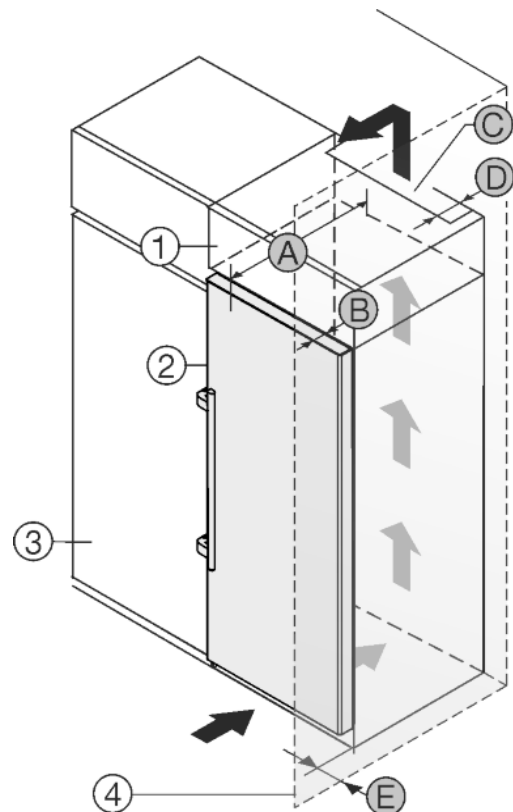

Fig. 26
Das Gerät kann mit Küchenschränken umbaut werden. Um das Gerät *Fig. 26 (2)* der Küchenzeilenhöhe anzugleichen, kann über dem Gerät ein Aufsatzschrank *Fig. 26 (1)* angebracht werden.
Das Gerät kann direkt neben dem Küchenschrank *Fig. 26 (3)* aufgestellt werden. Um die Türe vollständig öffnen zu können, muss das Gerät um die Tiefe *Fig. 26 (B)* gegenüber der Küchenschrankfront vorstehen. Abhängig von der Tiefe der Küchenschränke und Verwendung von Wandabstandhaltern kann das Gerät weiter herausragen.
- An der Rückseite des Aufsatzschrankes muss ein Abluftschacht mit der Tiefe *Fig. 26 (D)* über die gesamte Aufsatzschrankbreite vorhanden sein.
- Unter der Raumdecke muss der Entlüftungsquerschnitt *Fig. 26 (C)* eingehalten werden.
Wenn das Gerät mit den Scharnieren neben einer Wand *Fig. 26 (4)* aufgestellt wird, muss der Abstand *Fig. 26 (E)* zwischen Gerät und Wand eingehalten werden. Dies entspricht dem Griffüberstand bei geöffneter Tür.